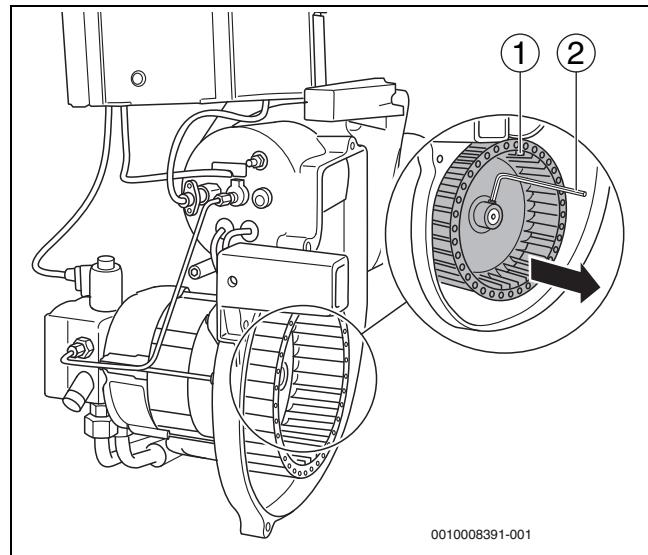

Fig. 34 Controllo visivo della ventola del ventilatore ed eventualmente pulirla
- ▶ Allentare la ventola del ventilatore (→ fig. 34, [1]) con una brugola (→ fig. 34, [2]) e toglierla dall'albero.
- ▶ Rimontare la ventola (→ fig. 34, [1]).